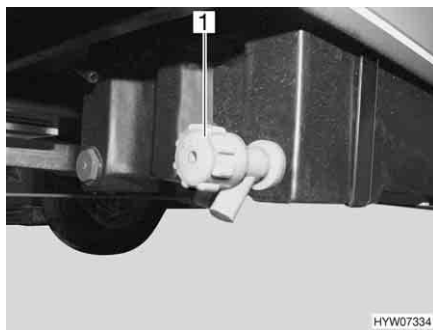

Fig. 102 Rubinetto di scarico per il serbatoio delle acque grigie
- Ruotare il coperchio (Fig. 102, 1) del rubinetto di scarico in senso antiorario.
- Ruotare il coperchio (Fig. 102, 1) in senso orario. Il rubinetto di scarico è chiuso.